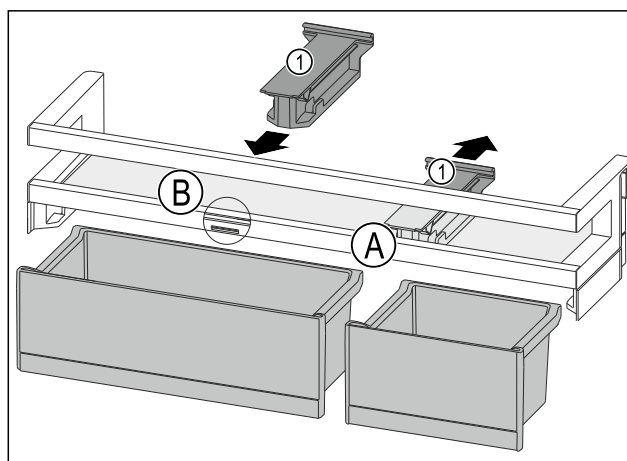

Fig. 168
- Tirare l'elemento di tenuta Fig. 168 (1) all'indietro per portarlo in posizione Fig. 168 (A).
- Inserire l'elemento di tenuta Fig. 168 (1) in posizione Fig. 168 (B).